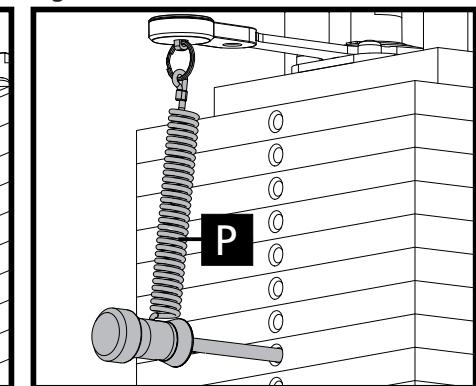

Figura 10-3
4 - Após afrouxar o fixador do cabo, posicione a ponta do cabo de aço (Q) próximo ao fixador. (figura 10-3).